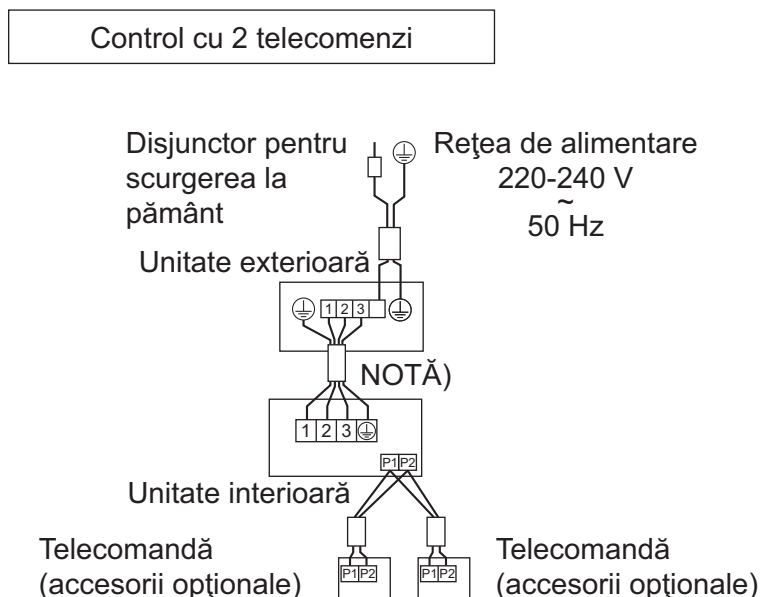

Fig. 45
- **Control cu 2 telecomenzi:** Pentru a controla 1 unitate interioară cu 2 telecomenzi. (**Consultați Fig. 45**)